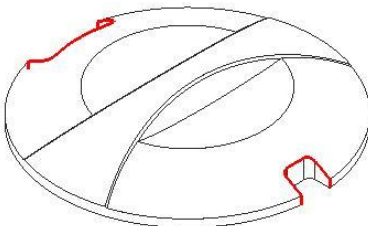
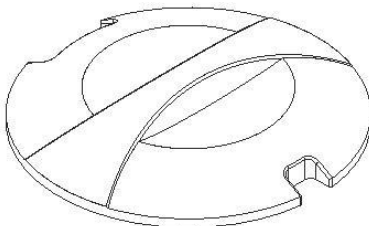

图5-92
图5-93
20. 使用边倒圆功能创建圆角特征。选择图 5-92 所示的实体边缘，然后设置圆角半径为“0.5”，结果如图 5-93 所示。